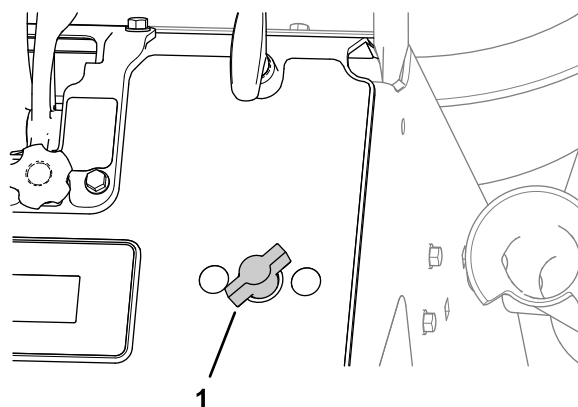

Figura 57
- Para aumentar la presión de la bomba hacia la lanza, gire el control de presión de la lanza en sentido antihorario (Figura 57).
- Para aumentar la presión, gire el control de presión de la lanza en sentido horario (Figura 57).
- Para cortar la presión a la lanza, gire el control de presión en sentido horario hasta que la válvula de control esté cerrada (Figura 57).
6. Gire el control de presión de la lanza de fumigación en sentido horario a la posición de DESACTIVADO (Figura 57).